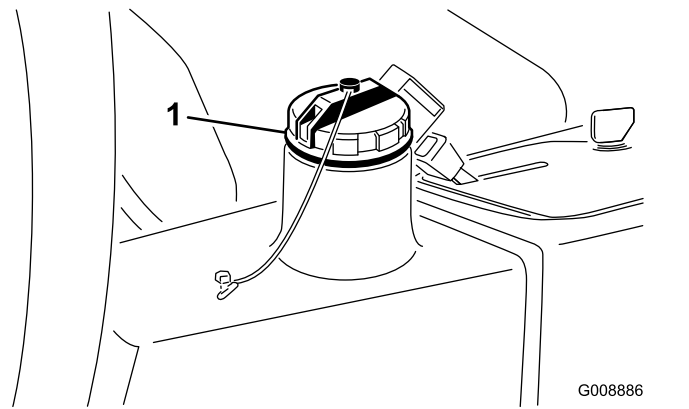

Figure 80
4. Versez environ 13 litres d'huile hydraulique dans le réservoir (Figure 80) ; voir Contrôle du système hydraulique (page 26).